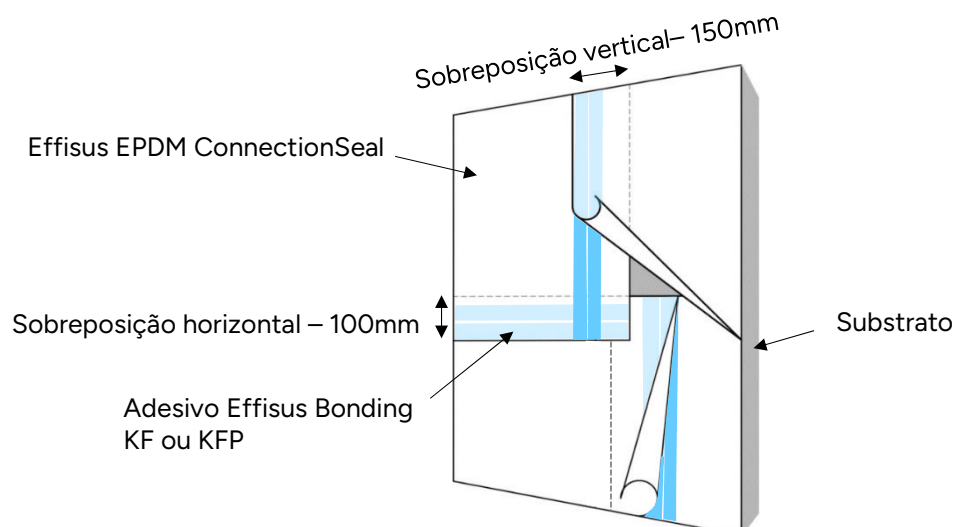

Figura 2 – Membrana Effisus EPDM ConnectionSeal – Juntas de sobreposição
- As juntas verticais devem ter uma sobreposição mínima de 150 mm e devem ser desencontradas sempre que possível (ver Figura 2).